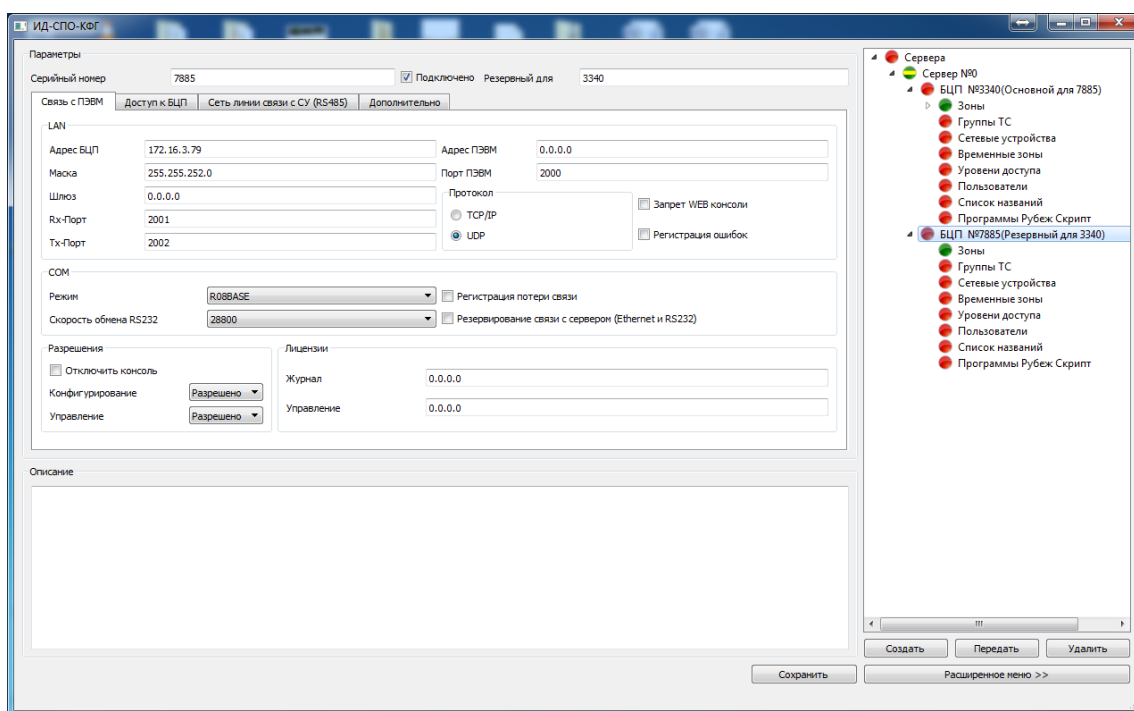

Рис. 2. Конфигуратор
2. С помощью программного модуля ИД-СПО-Конфигуратор создать конфигурации двух существующих БЦП и задать их сетевые настройки, подтвердив их кнопкой «Сохранить». В настройке «Резервный для» основного БЦП указать номер основного БЦП и нажать кнопку «Передать», в настройке «Резервный для» резервного БЦП указать номер основного БЦП и нажать кнопку «Передать» (Рис. 2).